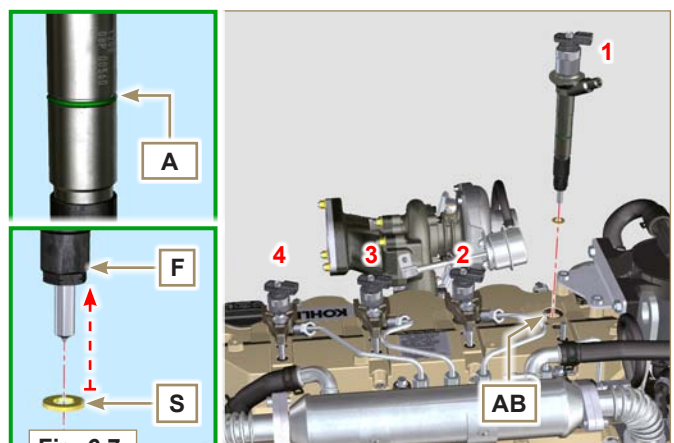

Fig. 6.7
- 1 - Die Dichtung **S** auf das Elektro-Einspritzventil **F** setzen (**Fig. 6.7**).
- 2 - Das Elektro-Einspritzventil **F** in die Hohlbohrung **T** einsetzen. Dabei darauf achten, die Dichtung **AB** nicht zu beschädigen. Das Ventil wie in **Fig. 6.7** gezeigt ausrichten.